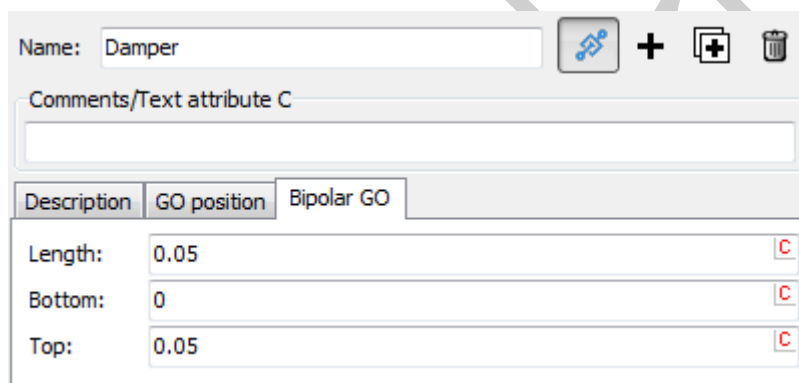

图 2.13
3. 点击按钮 ，设置 **Bipolar GO** 参数如图 2.13 所示。